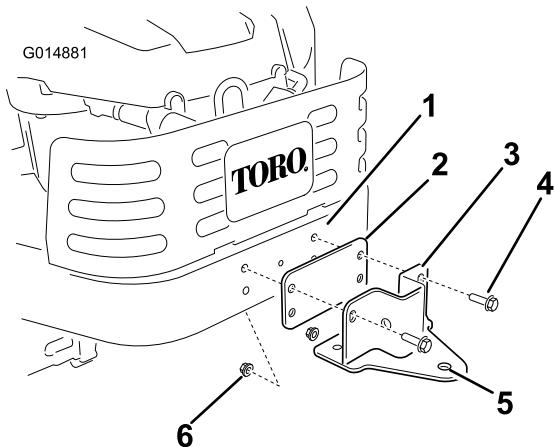

Figura 11
- Tra le parti sciolte, individuate la piastra distanziatrice e la staffa di supporto del telaio del sistema di raccolta. Montate la piastra e la staffa di supporto sul telaio della macchina come illustrato in Figura 11. Assicurate la piastra e la staffa di supporto al telaio utilizzando due bulloni (5/16 x 1 poll.) e due dadi di bloccaggio (5/16 poll.).